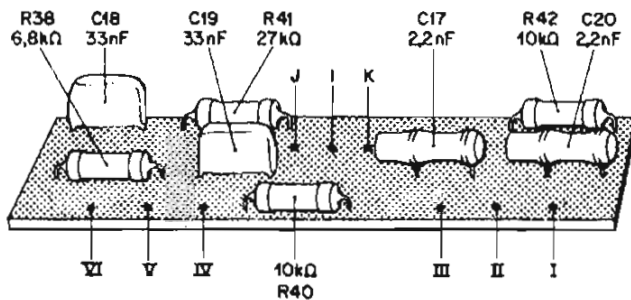

Figura 10 - Vista de conjunto da placa de fixação auxiliar montada
- 7 - Coloque e solde os capacitores de poliéster metalizado  $C_{18}$  e  $C_{19}$  (laranja/laranja/laranja/branco/vermelho), bem como os cerâmicos plate  $C_{17}$  e  $C_{20}$  em seus respectivos lugares. O aspecto da placa auxiliar, após estas operações, é mostrado na figura 10. (Note que nessa figura a placa está colocada de modo a permitir melhor visualização dos componentes).